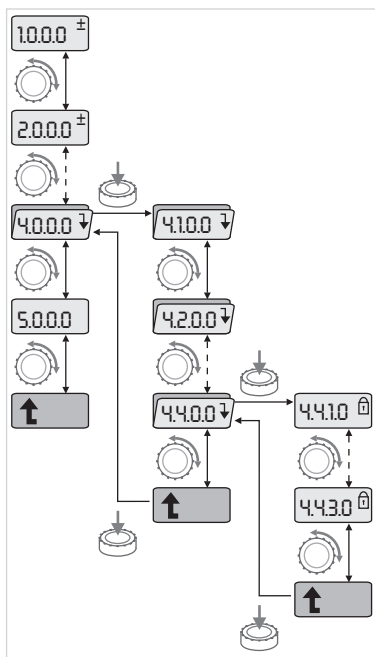

Fig. 34: Navigeringsexempel
- Gå till menyläget (se kapitel 8.6.2 "Gå till menyläget" på sidan 26). Genomför navigeringen i menyn enligt följande (exempel se fig. 34): Under navigeringen blinkar menynumret.